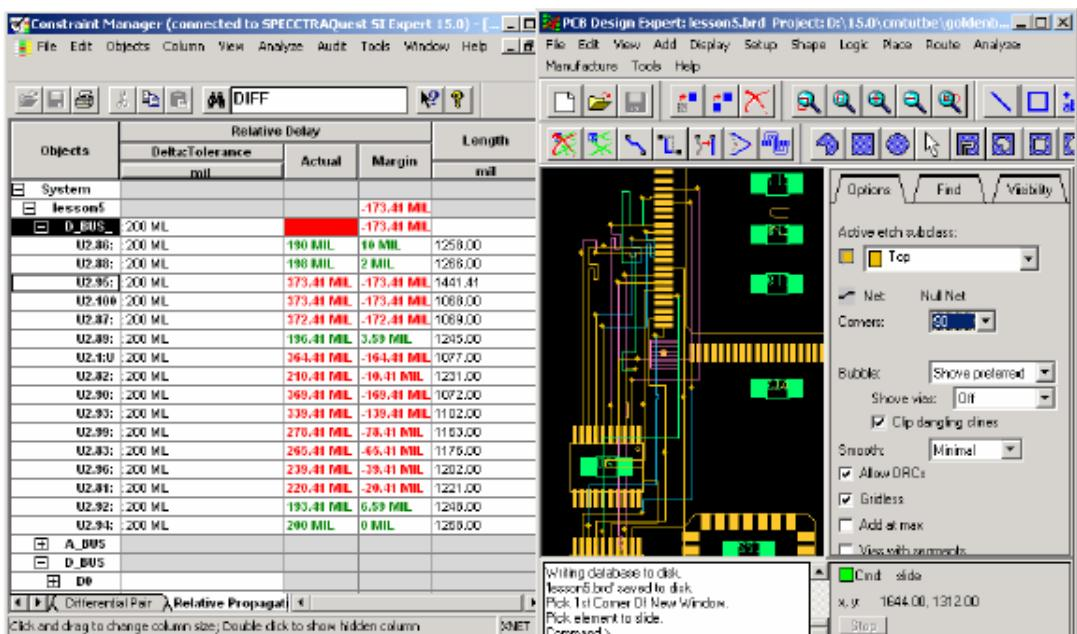

图 12-1 显示界面
- 在约束管理器界面，右键点击 D_BUS_M1 在弹出的菜单选择【Analyze】。将界面调整成如图 12-1 所示。